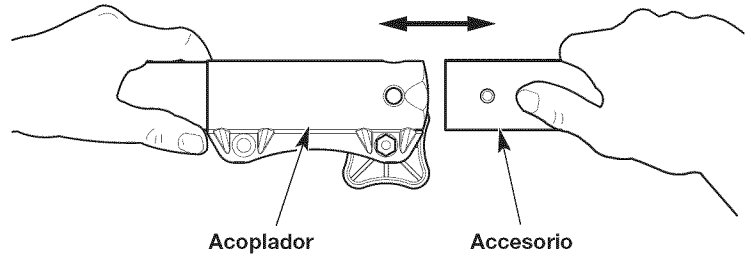
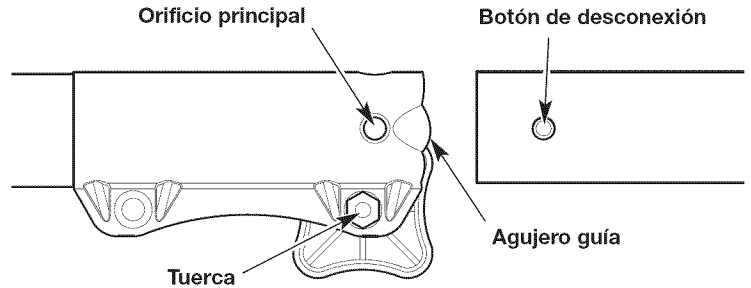

Fig. 3
Fig. 5
4. Alinee el botón de liberación con el embutimiento de la guía (Fig. 5).
5. Presione el accesorio directamente dentro del acoplador (Fig. 3) hasta que el botón de liberación encaje a presión firmemente del orificio principal (Fig. 5).
NOTA: No ajuste la tuerca (Fig. 5).
3. Oprima y mantenga apretado el botón de liberación (Fig. 5).
4. Tire del accesorio directamente hacia fuera del acoplador (Fig. 3).